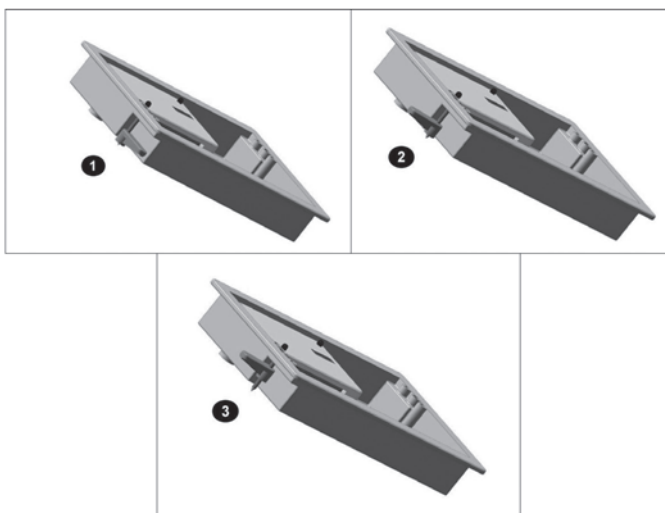

Figure 4 - Installation du boîtier affleurant
Le boîtier est doté de dispositifs de retenue (figure 4). Après avoir effectué les vérifications décrites aux étapes 1 et 2 après la section 4.5.2, il suffit de suivre les directives pour l'installer.
3. Desserrer la vis des dispositifs de retenue le plus loin possible, et orienter ces derniers de la manière illustrée à l'image 2 de la figure 4.
4. Glisser le minicompteur dans l'orifice et serrer la vis des dispositifs de retenue en les plaçant de la manière illustrée à l'image 3 de la figure 4.